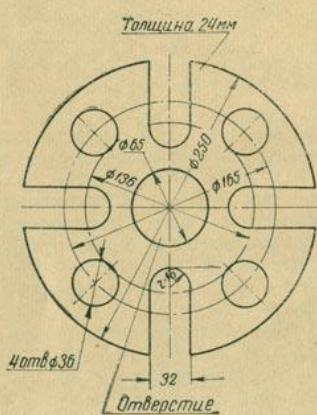

Рис. 16. Поводковый патрон
14. Составить операционную карту разметки диска открытого поводкового патрона (рис. 16) по следующей форме: